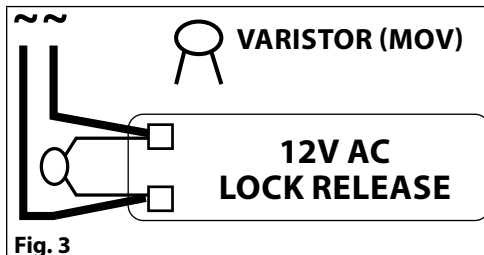
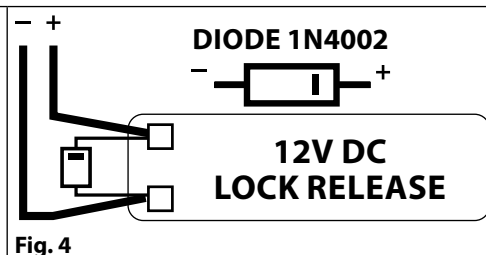

Fig. 3
Fig. 4
L'actionnement de la serrure électrique peut provoquer des pics, pour éviter cet inconvénient, il est recommandé de connecter un varistor (**Fig. 3**) ou un diode (**Fig. 4**) entre les bornes de la serrure électrique selon le type d'alimentation (directe ou alternée).
**⚠ Afin de prévenir l'infiltration d'eau, nous recommandons vivement l'utilisation d'un joint d'étanchéité en silicone entre le mur et le boîtier arrière (C) SUR LES CÔTÉS GAUCHE, SUPÉRIEUR ET DROIT UNIQUEMENT ET À L'INTÉRIEUR DE TOUS LES TROUS (D). NE PAS UTILISER DE SCELLANT SILICONE SUR LE CÔTÉ INFÉRIEUR DE LA PLAQUE (Fig. 3) ;**
3. Appliquer le joint adhésif **(Y)** sur chaque module, comme illustré sur la Fig. 4 ;